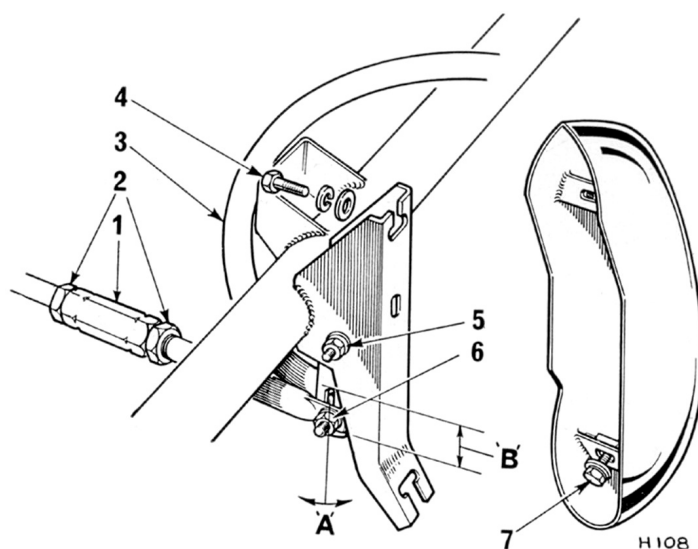

Fig. 11. Points de réglage du capot avant (Herald 13/60 et Vitesse 6)
## 13/60 et Vitesse 6 uniquement (Fig. 11)
Dévisser les 12 vis cruciformes retenant la grille à l'entourage de calandre. Pour dégager l'entourage, retirer les boulons de fixation supérieurs (4) du butoir comme indiqué Fig. 11.
Lever le capot et, en se référant à la Fig. 11 (page 5.205), desserrer les boulons supérieurs (4), retirer les boulons inférieurs (7) et déposer le butoir.